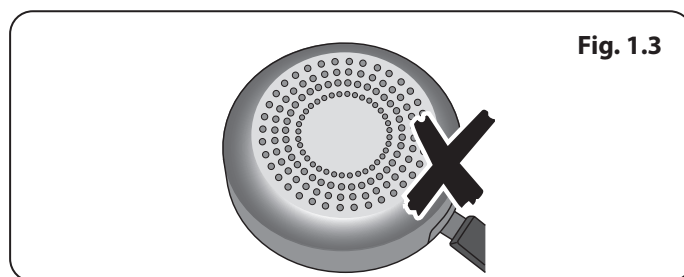

Fig. 1.3
- Pour utiliser toute la puissance de votre plaque à induction et assurer la longévité de ses performances, nous recommandons l'utilisation de poêles et de casseroles pour induction approuvées par AGA Rangemaster. Si vous décidez d'acheter un autre kit de casseroles pour votre cuisinière à induction, nous recommandons fortement d'éviter d'utiliser des ustensiles en aluminium composite avec garnitures en acier, comme illustré à la **Fig. 1.3**.